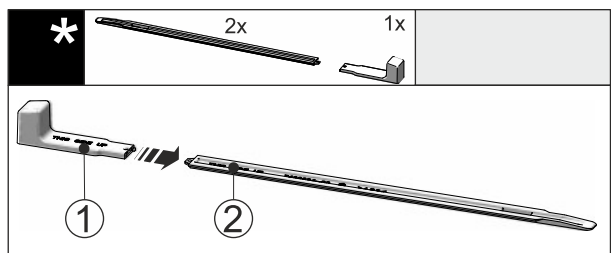

Fig. 49
- Insérer la poignée de montage Fig. 49 (1) dans le rail de nivellement Fig. 49 (2).